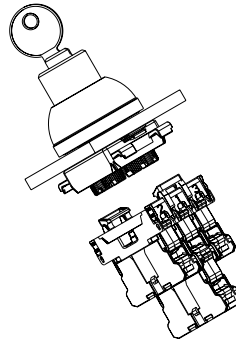

Fig. 5
2. Apertura del seguro de contacto y desmontaje de los elementos de contacto (véase fig. 5 y 6): Elevando los dos seguros de contacto, éstos se soltarán del enganche y podrán ser plegados 90°. Solamente a continuación es posible desmontar los elementos de contacto.